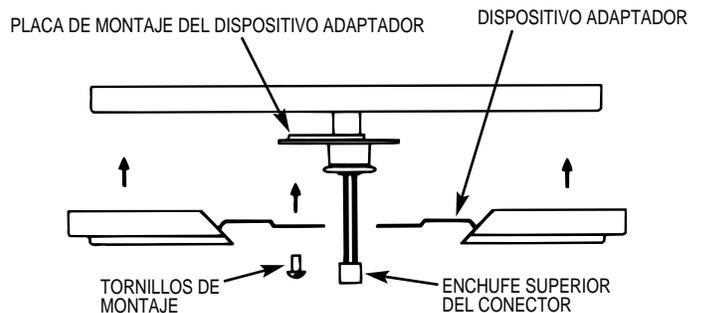

FIGURA 9
A. Instale el dispositivo adaptador en la placa de montaje insertando el enchufe superior del conector a través del agujero en el centro del dispositivo y asegurando el dispositivo en la placa de montaje con (3) tornillos phillips de cabeza redonda de 3/8" de largo con arandelas de presión. Apriete bien los (3) tornillos. Vea la Figura 9.